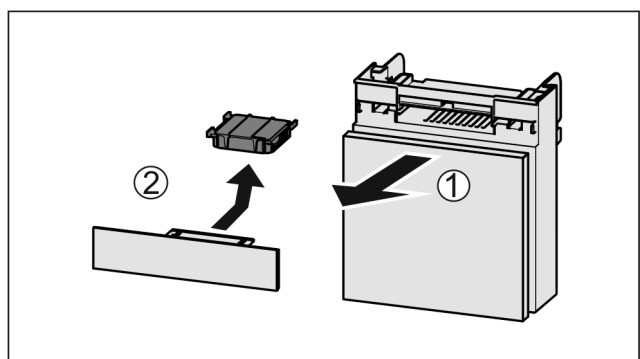

Fig. 170
- ▶ Потягніть Fig. 170 (1) відділення вперед.
- ▶ Витягнути Fig. 170 (2) фільтр з активованого вугілля.